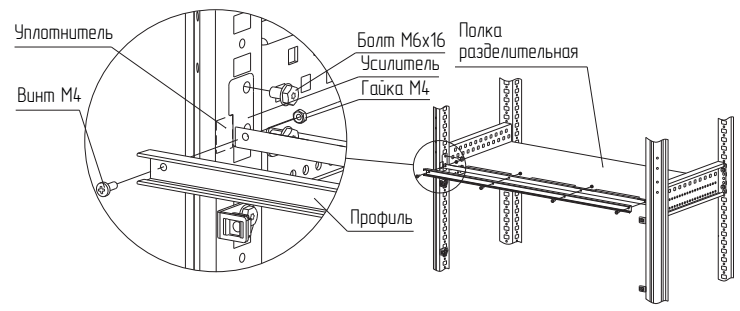

Рисунок 47
4.25.3 Установка притвора. Установите усилитель между стойками, при установке совместно с полкой разделительной, усилитель должен надеться на переднюю часть полки. Наклейте уплотнитель (рисунок 47) и прикрепите профиль к усилителю комплектом винтов М4×10 и гаек М4 с моментом затяжки – 1,5 Н·м.